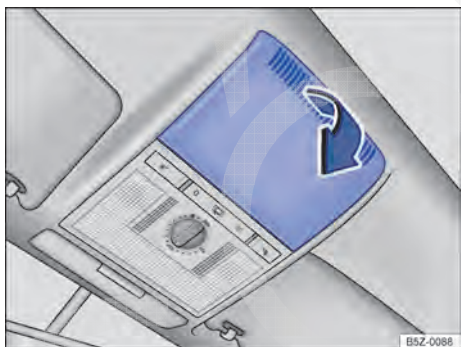

Fig. 157 No revestimento do teto: remover a cobertura.
- Remover a cobertura no sentido da seta ⇒ Fig. 157.